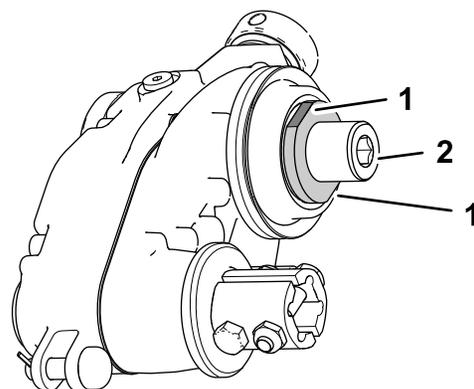

Figura 6
**Nota:** Ao apertar o adaptador do cilindro e eixo da caixa do rastelo, prenda o eixo com uma chave nas partes planas na parte interior da caixa de transmissão do rastelo (Figura 6).